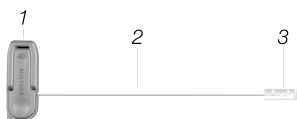
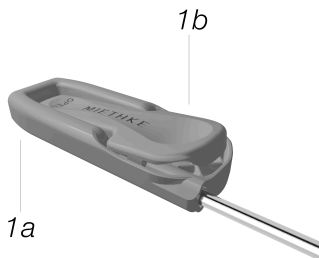

Bild 1: Tunnelleren består av ett handtag (1) och en tunnellerstav (2) med transportskydd (3)
Bild 2: Handtag med greppskål (1a) och låsvippa (1b)
Tunnelleren består av två komponenter (Bild 1): Ett handtag (1) och en tunnellerstav (2), vars åtkomliga ände är försedd med ett transportskydd (3). Handtaget (Bild 2) är av plast och består av en greppskål (1a) och en låsvippa (1b).
Tunnelleren från Christoph Miethke GmbH & Co. KG har konfigurerats för handtag på längden och tunnellerstav med spetsig ände. Den spetsiga änden är försedd med ett transportskydd (Bild 1, pos.3) som ska tas av omedelbart för användningen. Beroende på patientens individuella anatomiska situation och den tunnellersteknik som föredras kan Tunnelleren konfigureras så som beskrivits tidigare.